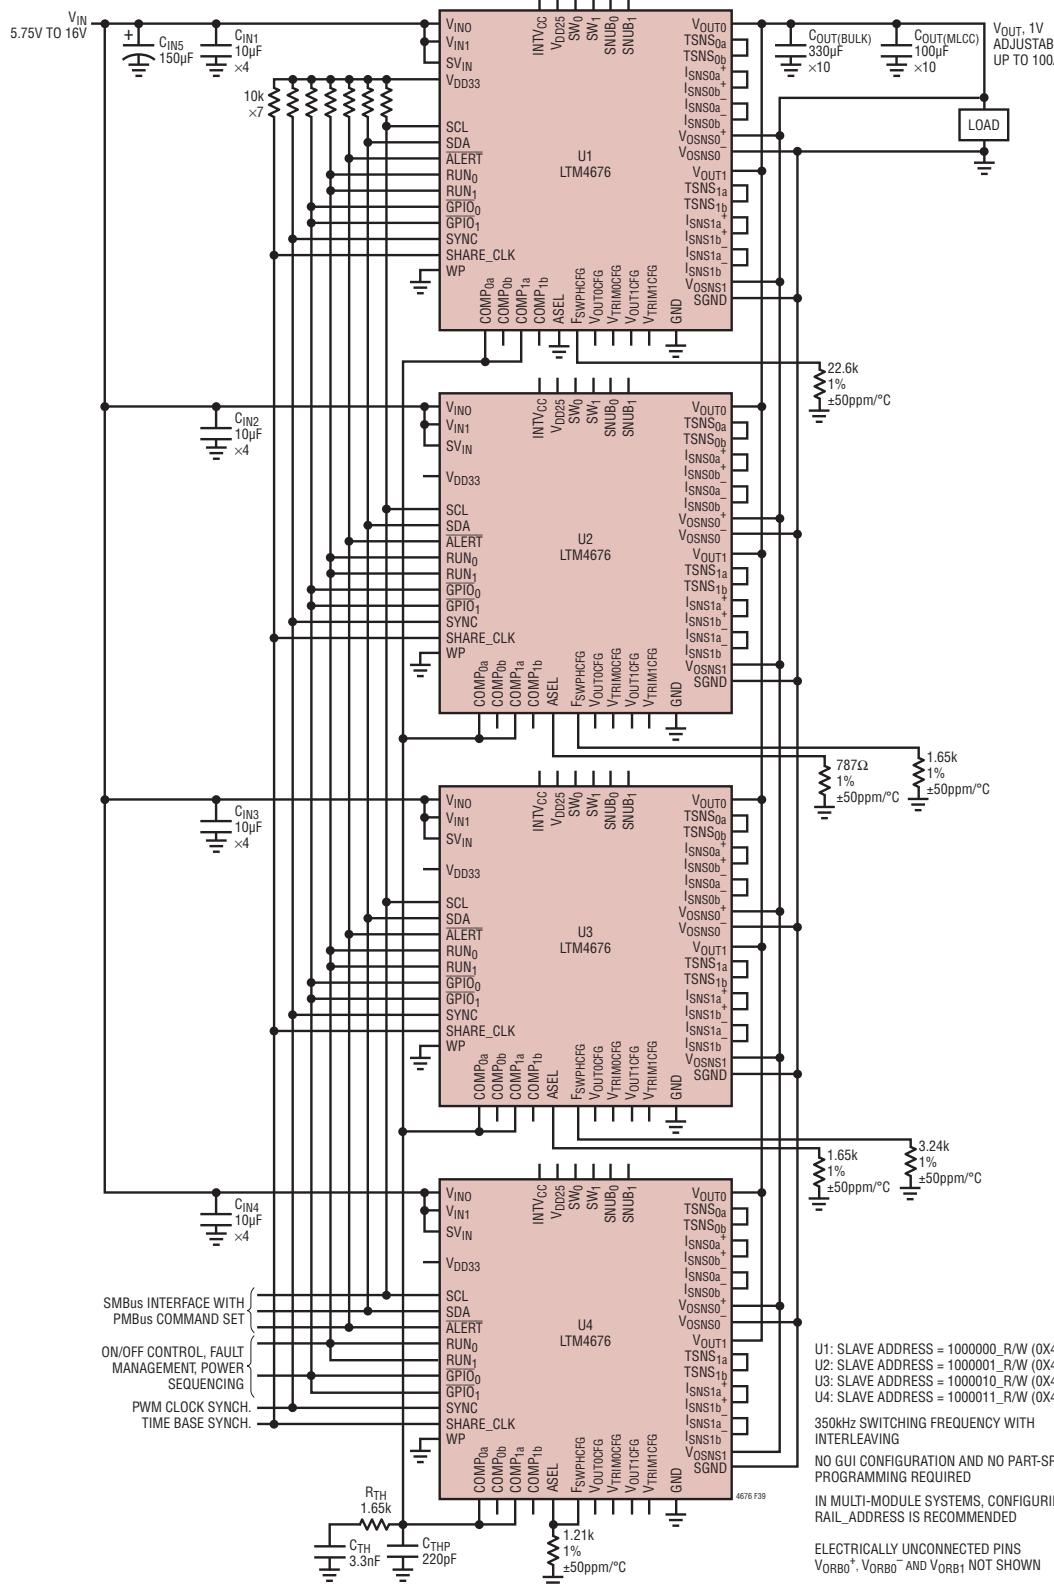

図39.並列接続された4個のLTM4676が最大100Aで1V出力を生成。2線I2C/SMBus/PMBusシリアル・インターフェースでアクセス可能なパワー・システム・マネジメント機能を搭載。評価や詳細情報については、デモボードDC1989、DC1989A-Cを参照
- 並列モジュールの場合は、図39に示すように、 $V_{OUTn}$ 、 $V_{OSNS0^+}/V_{OSNS^-}$ や $V_{OSNS1}/SGND$ の電圧検出用差動ペア入力、 $RUN_n$ 、 $\overline{GPIO}_n$ 、 $COMP_{na}$ 、 $SYNC$ 、 $SHARE\_CLK$ の各ピンを互いに接続します。